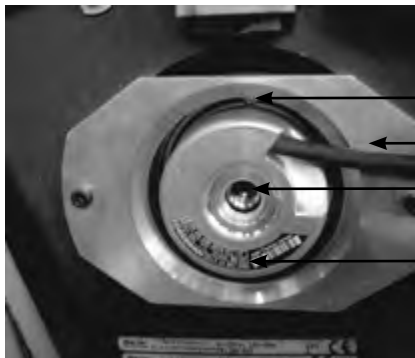

Fig. 7:
Identifique el encoder por medio de la referencia en la etiqueta (fig. 7).
IMPORTANTE: en el motor XAP2L no desmonte la pieza de soporte del encoder (referencia 2 fig. 7) fijada en el freno. La pieza se centra en fábrica a través de una herramienta especial con una precisión de una décima de grado.
- Desatornille (2 vueltas de llave SW2) el tornillo de fijación de la caja del encoder (referencia 1 fig. 7) en la pieza de soporte.
- Apriete el tornillo pequeño Chc M2.5 (referencia 1 fig. 7) (llave destornillador dinamométrico SW2) de la caja del encoder a un valor de par de 1,25 Nm 0/-0,2 Nm.